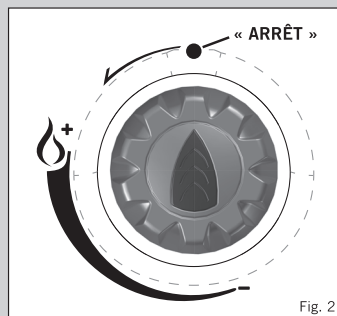

Fig. 2
- Avant de connecter l'alimentation en gaz, vérifier tout d'abord que le robinet de l'appareil est en position d'arrêt, en tournant le Bouton de réglage dans le sens horaire jusqu'à sa butée (voir Fig. 2).